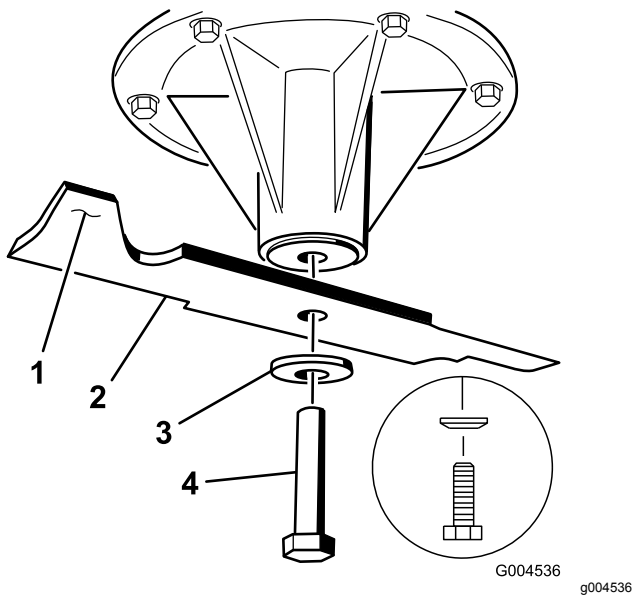

Figure 82
- Placez la lame sur l'axe (Figure 82).
- Mettez en place la rondelle élastique et le boulon de la lame (Figure 82).